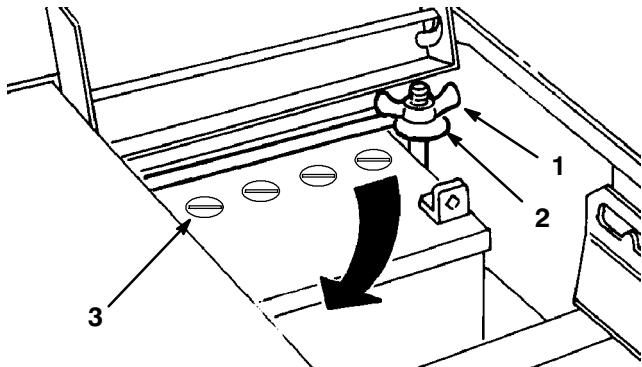

Bild 28
- Klemmen Sie das Minuskabel (schwarz) vom Batteriepol ab (Bild 28).
4. Schieben Sie die Gummiabdeckung am Pluskabel (rot) nach oben. Klemmen Sie das (rote) Pluskabel vom Batteriepol ab (Bild 28).
5. Entfernen Sie die Flügelmutter, mit der die Batterieklemme am Chassis der Zugmaschine befestigt wird (Bild 28).